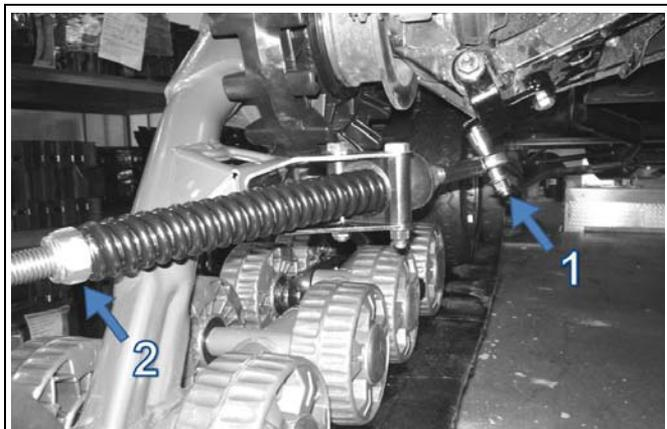

Figure 10
- Fixer le bras stabilisateur (1) à l'ancrage anti-rotation installé au bras de suspension. (Voir la Figure 10).
- Desserrer l'écrou (2) comprimant le ressort du bras stabilisateur. L'écrou ne doit pas appliquer de pression sur le ressort. (Voir la Figure 10).